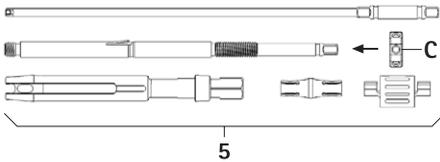

Fig. 10
- Visser l'écrou de serrage C sur la douille intérieure, voir Fig. 10.